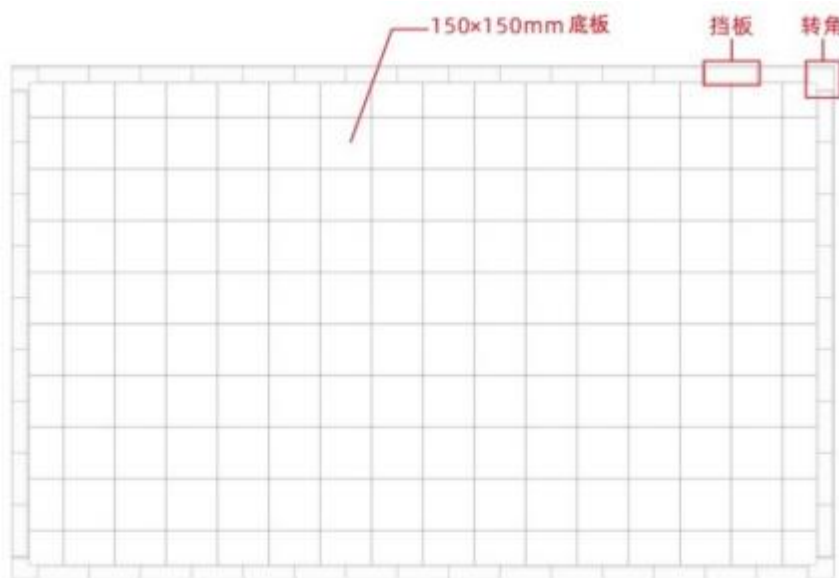

图3 拼接式赛台
2.1.2 为提高参赛选手的应变能力，正式比赛场地会有随机性变化。赛台外边长 2400mm~ 3000mm、宽 1500mm~2100mm，以赛前公布的尺寸为准。图 3 是一个 2400mm×1500mm 拼接赛台的实例。